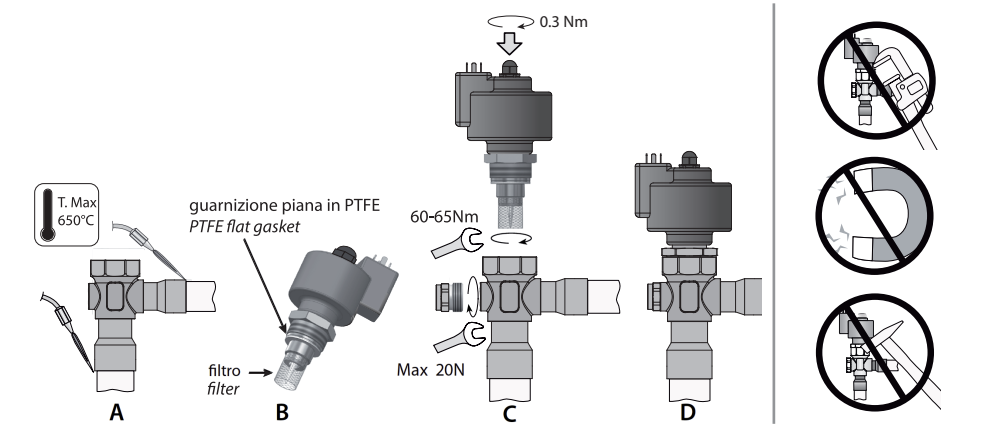

Fig. 2
Le valvole E³V-S devono essere saldate al circuito mediante brasatura dei raccordi in rame ai tubi di uscita condensatore (IN) e di ingresso evaporatore (OUT). Seguire la successione indicata in Fig. 2 procedendo in questo modo:
- Procedere alla saldatura orientando la fiamma verso l'estremità dei raccordi come da Fig. 2-A (per una migliore brasatura senza alterare la tenuta della zona di saldatura tra corpo e raccordi utilizzare lega con temperatura di fusione inferiore a 650 °C o con tenore di argento superiore del 25 %).
- Verificare che la guarnizione piana in PTFE sia presente e posizionata in sede (Fig. 2-B).
- Verificare che il filtro in rete metallica sia inserito sulla boccia di ottone (Fig. 2-B). In caso contrario, posizionarlo come in figura e portarlo in battuta. **Attenzione! Utilizzare il filtro solo in mono-direzionale con ingresso del fluido dal raccordo laterale. In caso di utilizzo della valvola in direzione contraria, prevedere apposito filtro nel circuito, togliendo quello fornito.**
- Avvitare nel corpo valvola la cartuccia in acciaio sull'apposito alloggiamento filettato con una chiave a forchetta da 32. Serrare la cartuccia sul corpo valvola con una coppia di serraggio suggerita di 60-65 Nm (Fig. 2-C). Per favorire un più rapido assemblaggio della valvola, si consiglia di non smontare il motore dalla cartuccia. **Attenzione! Nel caso in cui lo stelo filettato fuoriuscisse completamente dalla sede di lavoro della cartuccia procedere secondo la seguente operazione:**
The E³V-S valves must be joined to the circuit by braze welding the copper fittings to the condenser outlet (IN) and evaporator inlet (OUT) pipes. Proceed as indicated in Fig. 2:
- Weld by aiming the flame at the ends of the fittings as shown in Fig. 2-A (for better braze welding without affecting the seal of the welded area between the body and the fittings, use alloys with a fusion temperature less than 650 °C or with a silver content above 25%);
- Make sure that the PTFE flat gasket is present in its seat (Fig. 2-B).
- Make sure that the metal mesh filter is inserted on the brass bushing (Fig. 2-B). Otherwise, position it as shown in the figure and make sure it's properly in place. **Warning! Only use the one-way filter with fluid inlet from the connection side. If using the valve in the opposite direction, install a special filter in the circuit, removing the one supplied.**
- Tighten the steel cartridge in its threaded socket on the valve body using a 32 mm spanner. Tighten the cartridge on the valve body to a recommended tightening torque of 60-65 Nm (Fig. 2-C). For faster valve assembly, do not remove the motor from the cartridge. **Warning! If the threaded rod comes completely out of the cartridge, proceed as follows:**
- When the valve has cooled down, tighten the flow sight glass to the special threaded socket in the valve body (in line with the cross fitting) using a 17 mm Allen key, making sure the O-ring is fitted (OR – 114 – inside diameter 11.1 mm – thickness 1.78 mm – material: Neoprene) to ensure hermetic tightness. Tighten the sight glass to the end of the thread (Fig. 2 C), with maximum 20 Nm torque. **Warning!** To ensure better tightness of the assembly, use the Neoprene O-ring (other materials may affect the correct operation of the assembly) lubricated with a thin layer of compatible oil.